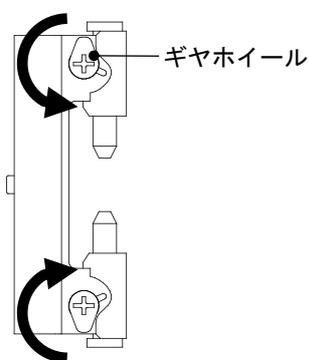

図2 蝶番ピンの外し方
1. 扉開角度を約90°に保ち、蝶番のギヤホイールを矢印の方向にドライバーで回し、蝶番ピンのはめあいを外してください。(図2)